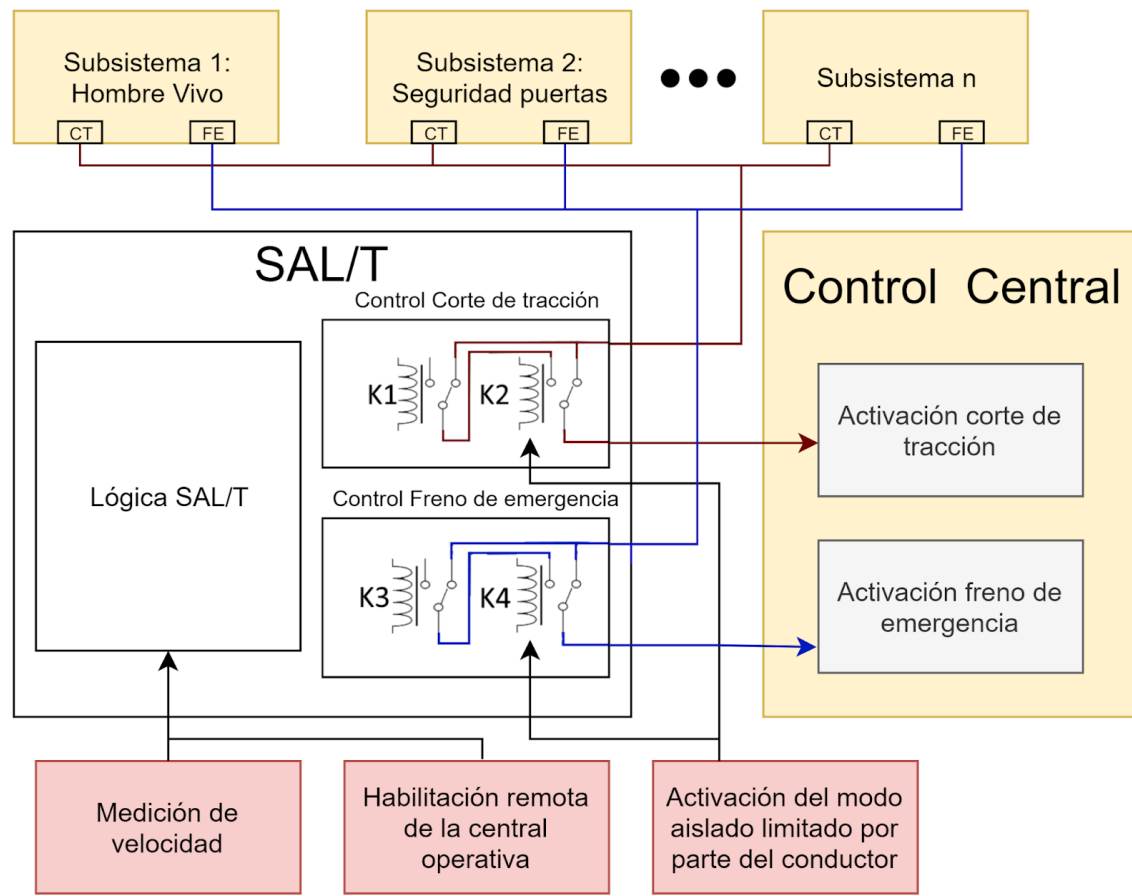

Figura 2: Diagrama conceptual de la interacción del SAL/T con los sistemas de seguridad en una formación.
En la Figura 2 se puede ver como el SAL/T interactúa con las señales CT y FE. En modo de funcionamiento normal los subsistemas de seguridad tienen conexión directa con el control central dado que el SAL/T se comporta como un cable a través de los relés K2 y K4. Ante la activación por parte del conductor del modo aislado limitado (AL) el SAL/T toma el control de dichas señales.